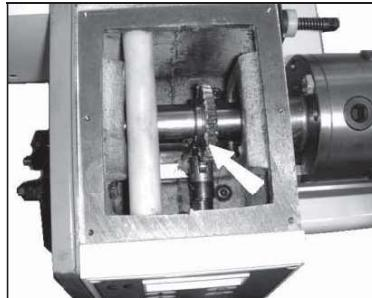

Fig 21
- 12... Zahnräder im Spindelstock leicht fetten (Fig 21)